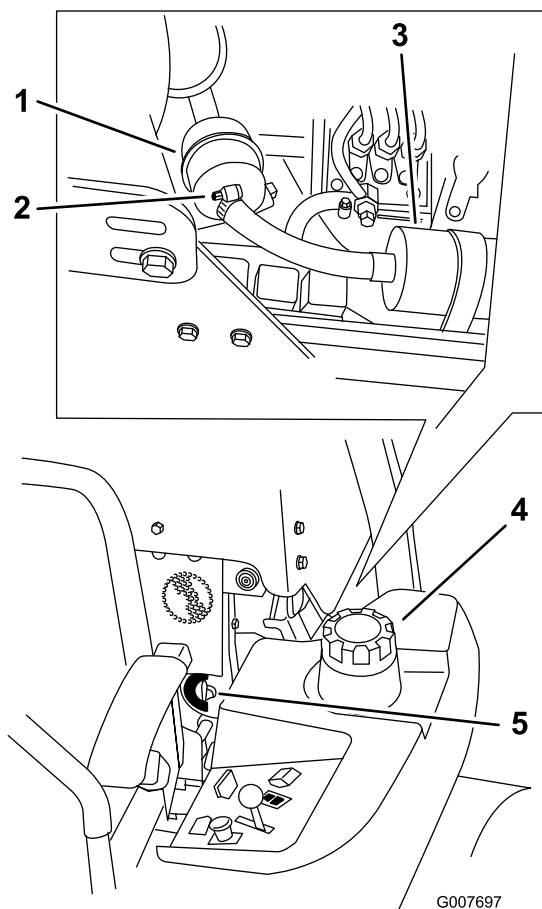

Figura 72
4. Feche a válvula de corte do combustível (Figura 72).
5. Desaperte as 2 braçadeiras de tubos e desligue as linhas do combustível do filtro de combustível (Figura 72).
6. Monte um filtro novo. Ligue os tubos de combustível ao filtro do combustível e coloque as duas braçadeiras (Figura 72).